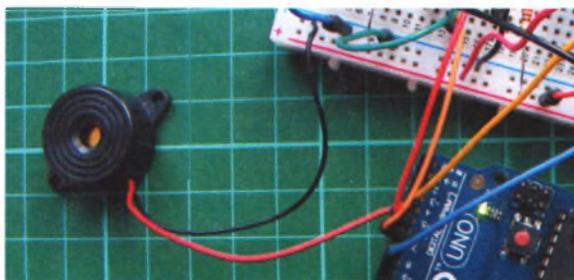

РИСУНОК 17.3
3. Подключите красный провод пьезоизлучателя к контакту 4 платы Arduino, а черный — к контакту GND, как показано на рис. 17.3.